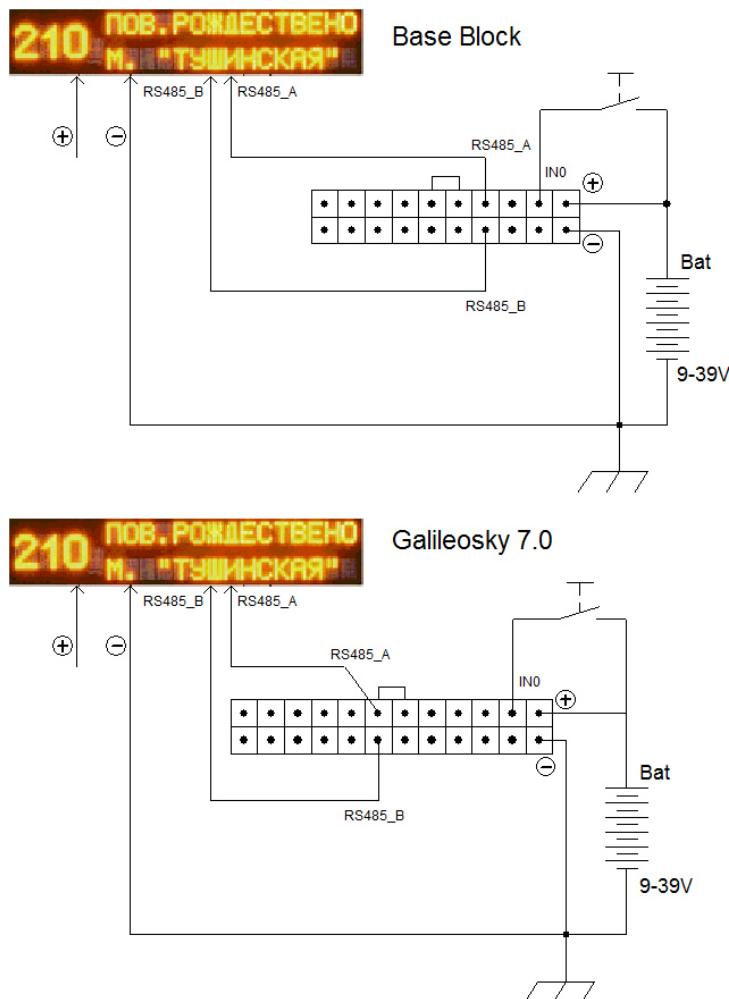
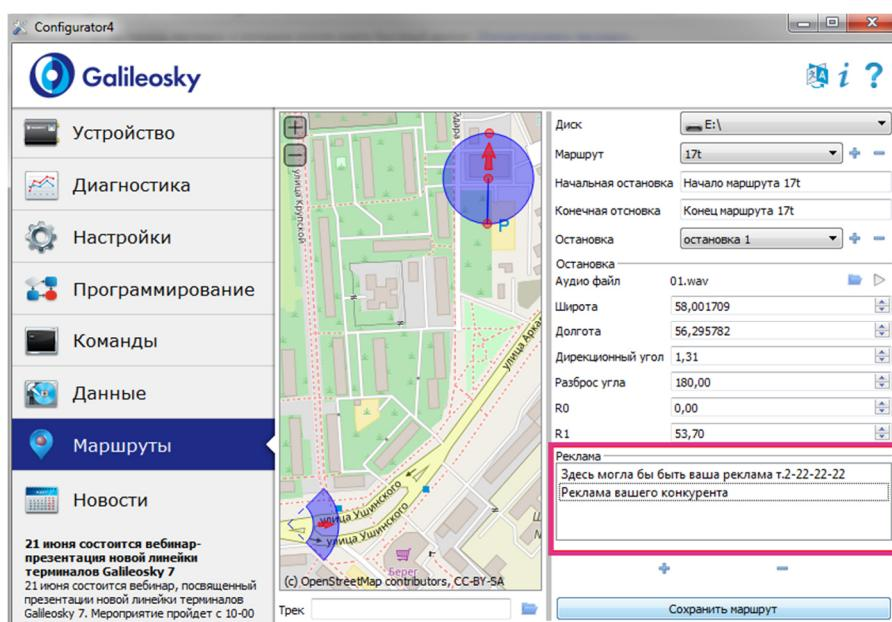
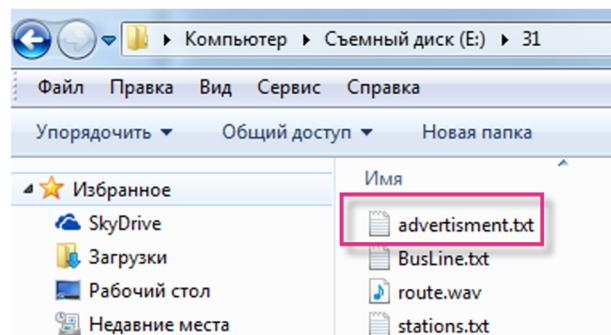

Рис. 2
Рис. 8
Рис. 9
Светодиодные информационные табло ITLINE и ИСКРА подключаются к терминалу в соответствии с нижеприведенной схемой (Рис. 2).
6. Перейдите на вкладку «Маршруты» (Рис. 8) и выполните настройки в соответствии с инструкцией "Настройка функции Автоинформатор", которая размещена на странице сайта <https://7gis.ru/podderzhka/dokumentacija.html>.
7. В случае необходимости создайте рекламные сообщения в поле «Реклама» (Рис.8). Рекламные сообщения хранятся на microSD карте в отдельном файле advertisement.txt в каталоге маршрута (Рис. 9).
9. Быстро сменить маршрут водитель может с помощью последовательного нажатия кнопки, подключенной к терминалу Galileosky (кнопка на входе «IN0» Рис. 2). После нажатия кнопки через 5-10 секунд на табло будут выведены данные выбранного маршрута и в качестве голосового информирования о номере выбранного маршрута воспроизведен звуковой файл route.wav из соответствующего каталога (Рис. 9). Номер текущего маршрута записывается в файл route_name в корне microSD-карты. Каталоги с маршрутами хранятся на microSD-карте терминала и выбираются последовательно и циклически при нажатии кнопки (Рис.10).